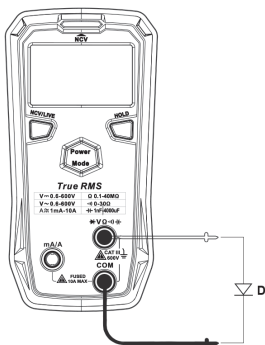

Рис. 6 Проверка диодов
7.4 Проверка диодов (см. рис. 6)